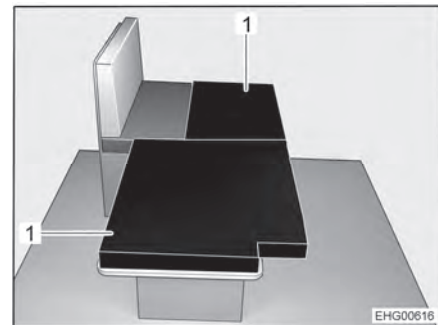

Bild 53 Nach dem Umbau
- Die beiden Zusatzpolster (Bild 53,1) wie abgebildet auf den abgesenkten Tisch legen.